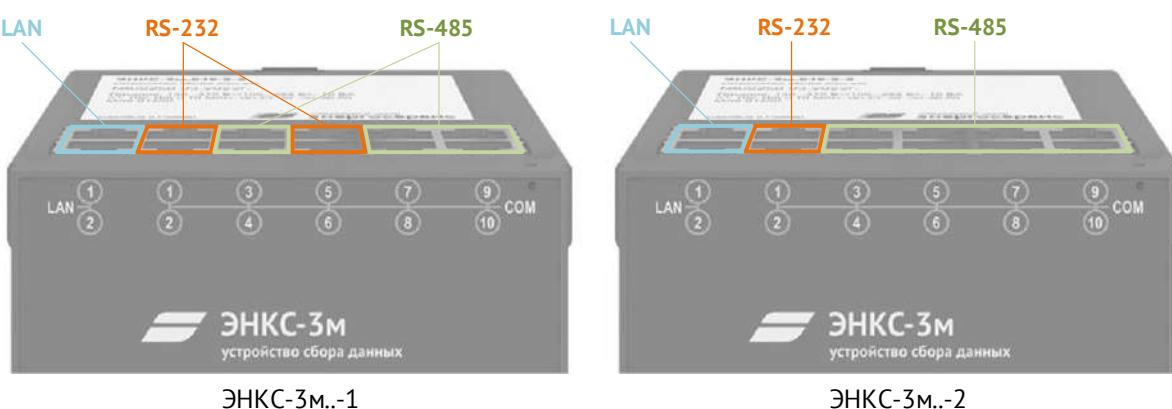

Рисунок 2.1. Соответствие интерфейсов ЭНКС-3м (hw 4.2)
- 2.3.2 На рис. 2.1 и 2.2 приведены используемые с 2020 г. схемы соответствия последовательных интерфейсов в ЭНКС-3м, где каждый UART обозначается как COM-1...-10, независимо от типа его интерфейса (RS-232 или RS-485).